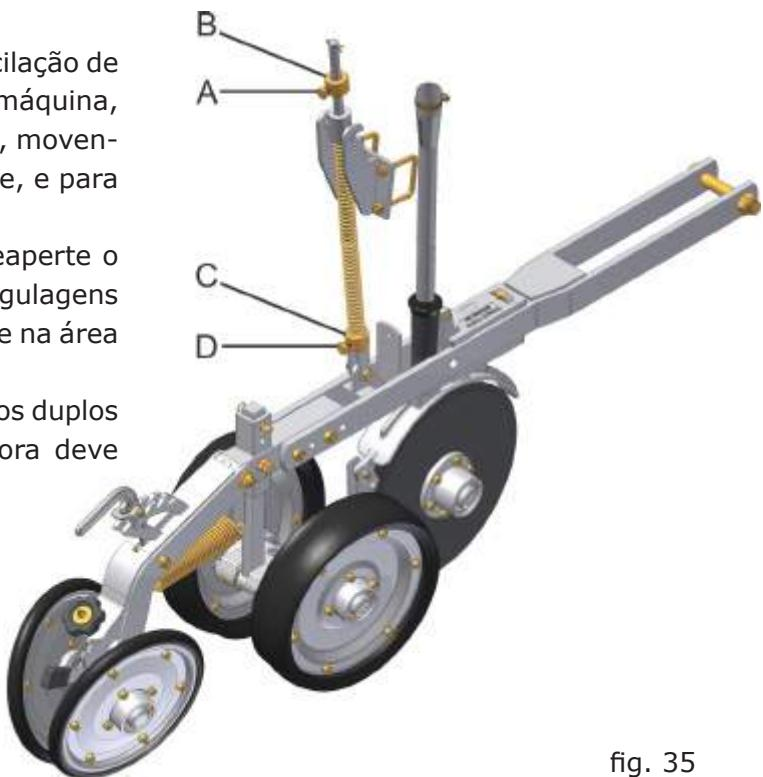

fig. 35
Para obtenção de maior amplitude (oscilação de altura) dos discos duplos da semente, bixe a máquina, afrouxe o parafuso (A) (fig. 35) do batente (B), movendo-o para cima se quiser aumentar a amplitude, e para baixo se desejar diminuir a amplitude.